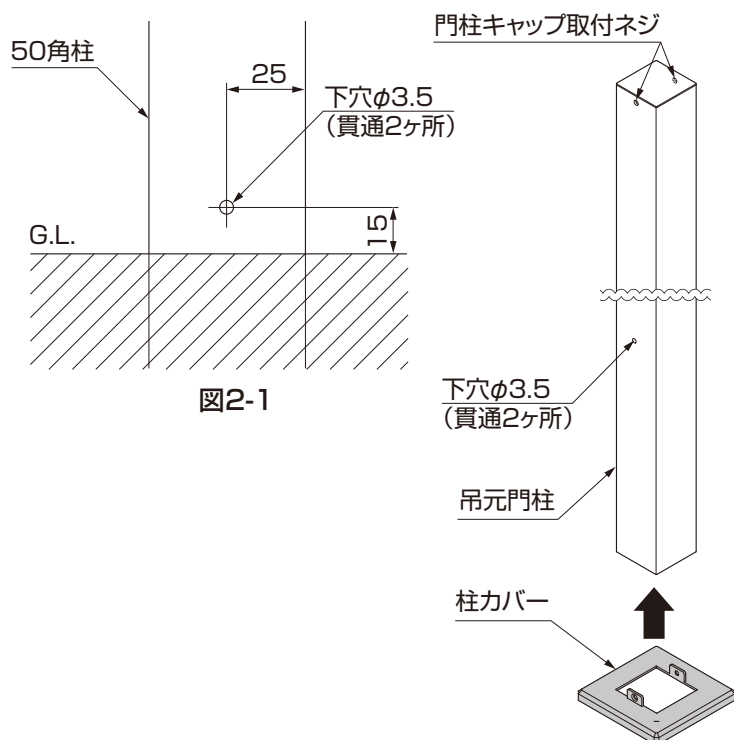

図2-1
- 柱カバーを取付ける場合は、埋込前にG.L.面より15mmの位置にΦ3.5の下穴をあけてください。(図2-1参照)
①柱カバーを50角柱に通してください。